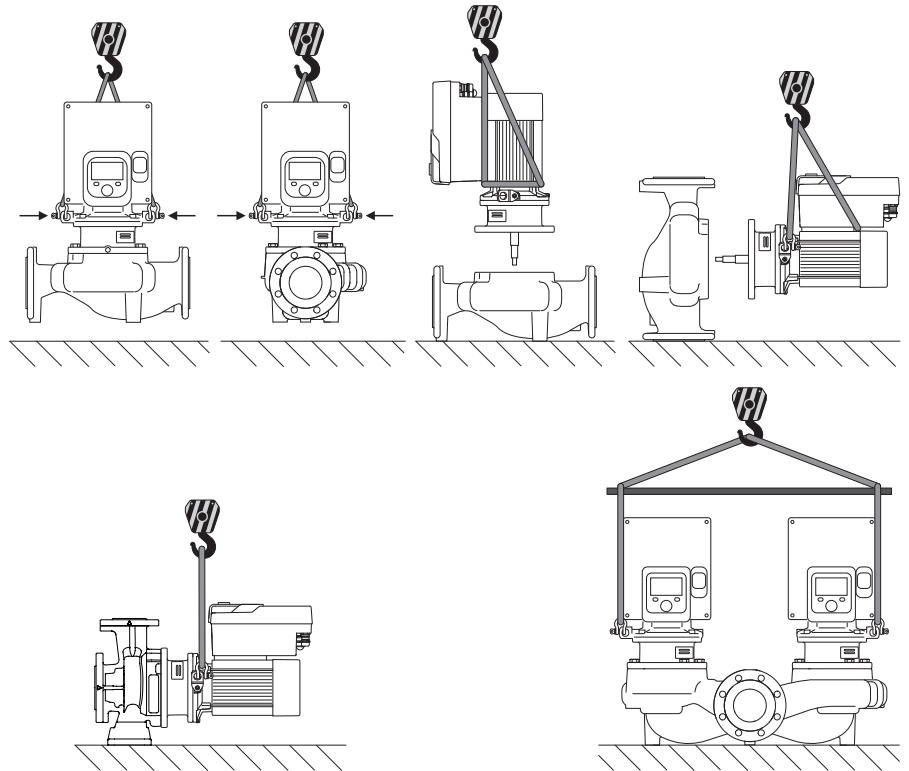

Fig. 6: Heberichtung
Der Transport der Pumpe ist mit zugelassenen Lastaufnahmemitteln (Flaschenzug, Kran etc.) durchzuführen. Lastaufnahmemittel müssen an den am Motorflansch vorhandenen Transportösen befestigt werden. Hebeschlaufen, falls erforderlich unter die Adapterplatte schieben (Fig. 6).
2. Einstecksatz (Fig. 4) zur Absicherung mit geeigneten Hebelmitteln an den Transportösen befestigen. Damit die Einheit nicht kippt, eine Gurtschleife gemäß Fig. 6 um Motor und Adapter des Elektronikmoduls herum legen. Beim Befestigen eine Beschädigung des Elektronikmoduls vermeiden.